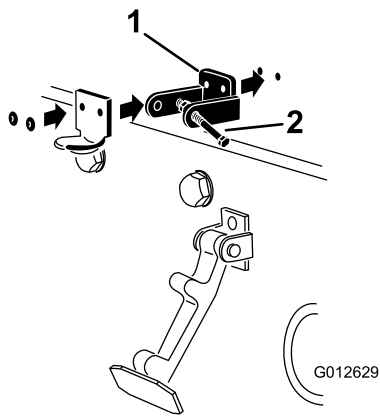

図 6
4. ロックブラケットとフードラッチブラケットの穴を整列させてフードにセットする 図 6。
6. ブラケットとワッシャをフードにリベットで固定する 図 6。